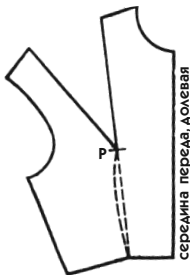

Рис. 107
2. Вырежьте верхнюю вытачку и закройте вытачку от талии, не беспокоясь о возможной кривизне. То есть ее следует сложить по прямым линиям от точки Р до ее реальной глубины по линии талии, как показано на рис. 107.
3. Так же, как вы сделали в предыдущем задании, закрепите закрытую вытачку скотчем (предварительное лекало на рис. 106) и скопируйте весь лиф, чтобы получить лекало, изображенное на рис. 107.
Когда речь идет о вытачке на талии для выверенного на примерке лекала, вторая линия вытачки бывает выпуклой. Однако, закрывая вытачку, вы можете пренебречь этой кривизной, как объяснено ранее (на рис. 107 мелким пунктиром показан зазор между двумя линиями вытачки). Более или менее выраженная мягкость (в зависимости от кривизны) образуется под грудью, и она неизбежна. Несложно понять, что только пошив изделий с подгонкой может обеспечить их облегание по округлым формам.